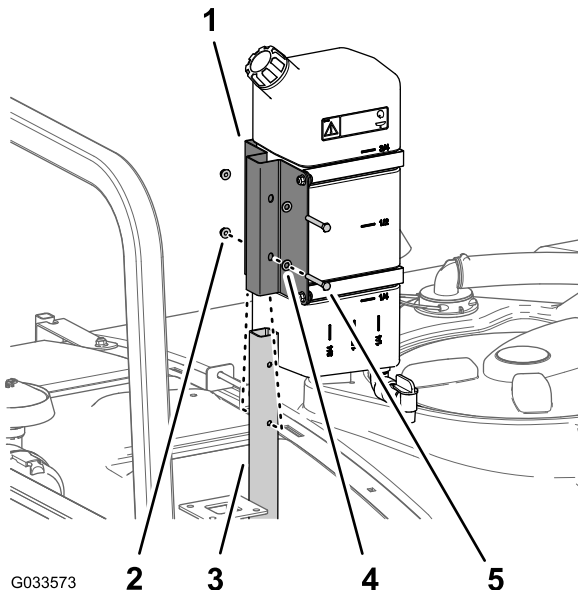

Figura 45
1. Asamblați rezervorul de apă dulce și suportul pe tubul de susținere cu cele 2 șuruburi (5/16 x 2 1/4") și cele 2 contrapiulițe cu guler (5/16") așa cum este indicat în Figura 45.